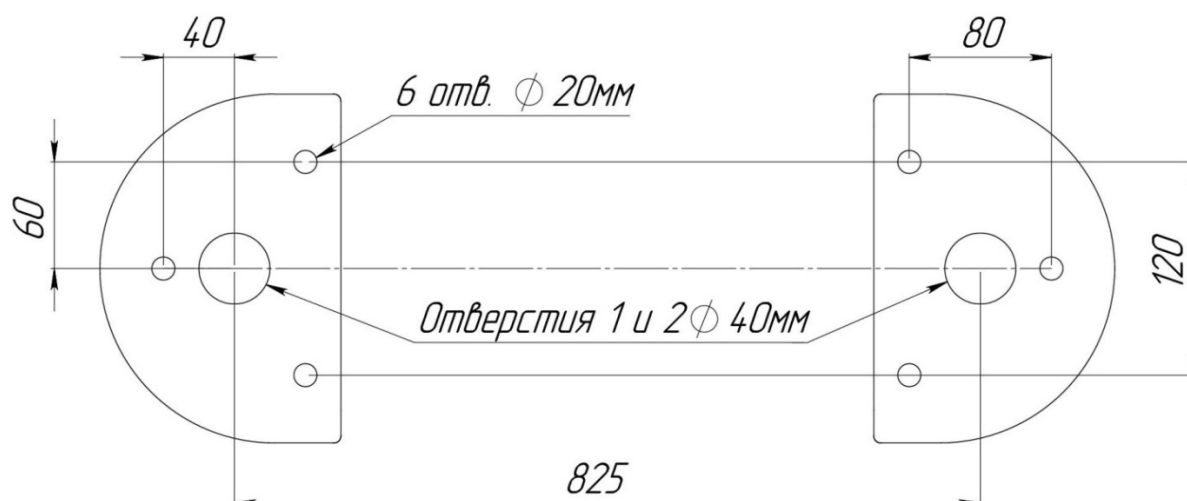

Рис. 5. Установочные размеры
4.2.3. По установочным размерам (рис. 5), подготовьте 6 отверстий диаметром 20 мм в полу под анкеры крепления стойки турникета. Расположение монтажных отверстий относительно внешних габаритов турникета представлено в Приложении 3. Глубина закладного отверстия должна превышать длину анкера на 5 мм. Вставьте анкеры в отверстия.
4.2.4. Подводка кабелей производится через отверстия 1 или 2 (рис. 5) в нижних плитах стоек турникета.
4.2.7. Установите турникет на подготовленную площадку (рис. 5). Откройте замок и снимите дверцу (2, рис. 6). Со шпилек (4, рис. 6) нижней боковой крышки (3, рис. 6) открутите 3 барашковые гайки (5, рис. 6) с внутренней стороны стойки и снимите ее. Снимите со второй стойки дверцу и боковую крышку, проделывая аналогичные операции. В нужную стойку заведите кабели от ПУ, БП и, при необходимости, кабели СКУД и ОПС.